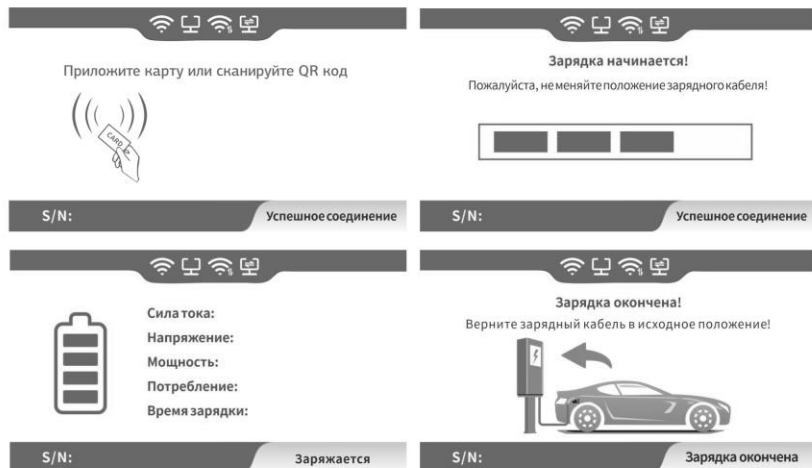

Рис. 6-3 Отображение нормальной зарядки.
- Как показано на рис. 6-3, при нормальном процессе зарядки на ЖК-экране отображаются 4 вида изображения.